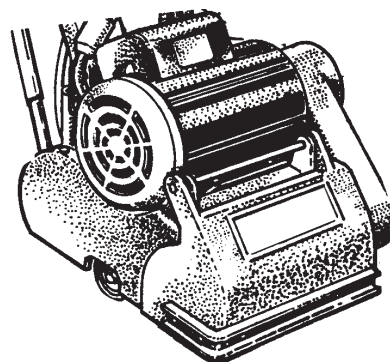

Figura 4
- 6 Levante el chasis con las manijas de transporte y Colóquelo en el área de carga. (Figura 4)